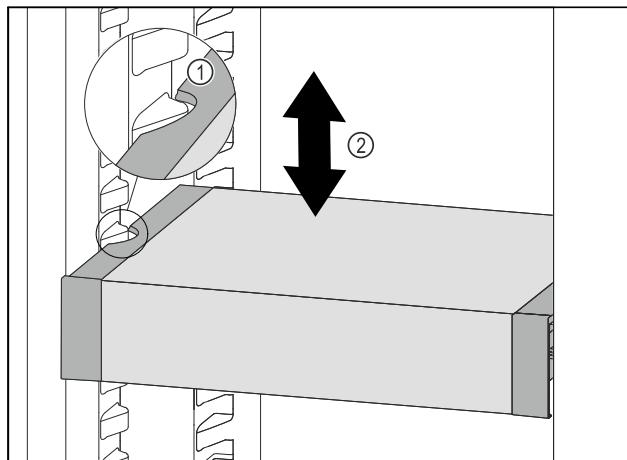

Fig. 88
- Тяните VarioSafe вперед, пока боковые выемки VarioSafe не окажутся на высоте выступа резервуара в холодильном отделении. Fig. 88 (1)
- Двигайте VarioSafe в холодильном отделении вверх или вниз, пока не будет достигнута требуемая высота. Fig. 88 (2)